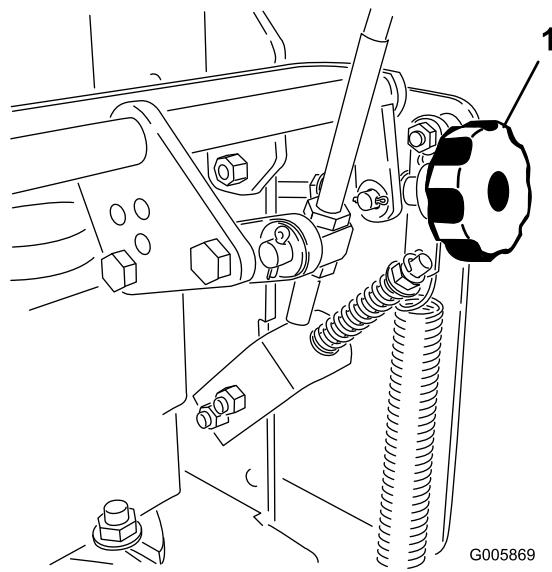

Figura 55
- Si la unidad se desvía hacia un lado, gire el mando de ajuste de la dirección. Gire el mando a la derecha para dirigir la máquina hacia la derecha, y a la izquierda para dirigir la máquina hacia la izquierda (Figura 55).